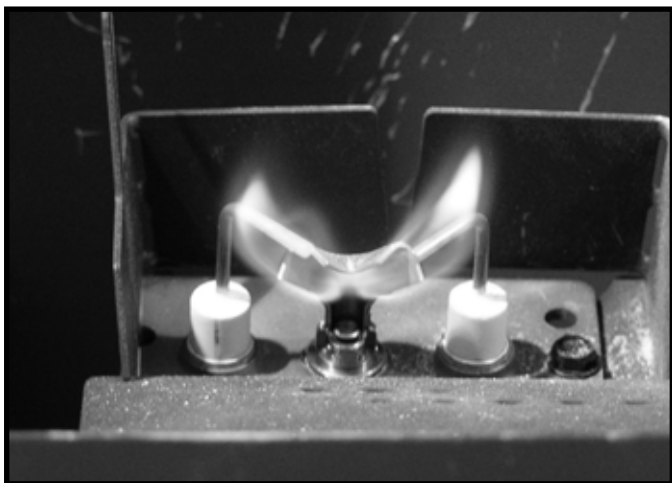

Figure 4.2 Modèles de flamme de la veilleuse
- Inspectez la qualité de la flamme de la veilleuse. Consultez la figure 4.2 pour un comportement de la flamme de la veilleuse. Nettoyez ou remplacez la tête d'injecteur à filetage mâle si nécessaire.